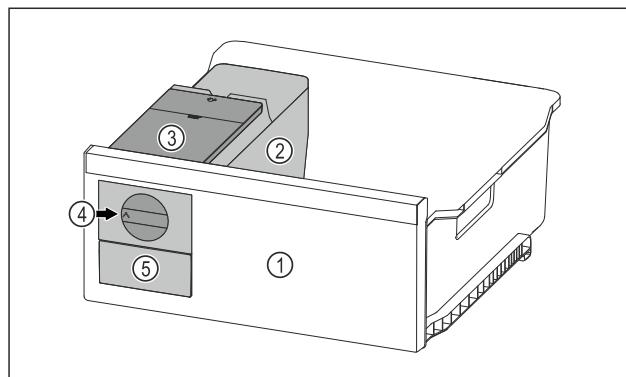

Fig. 125 Ілюстративне зображення
- Поворотну ручку Fig. 125 (4) повернути за годинниковою стрілкою до упору.
- Кубики льоду випадають із ванночки для кубиків льоду у висувний ящик для кубиків льоду Fig. 125 (5).